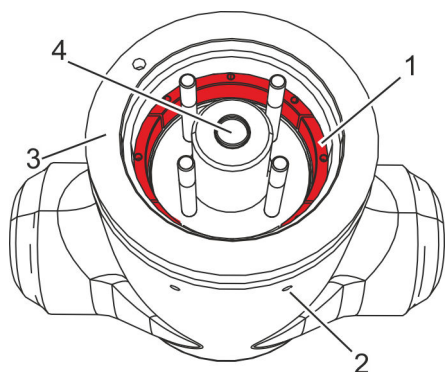

Abb. 18: Segmentring entfernen
4. ➤ Segmente (Abb. 18/1) des Segmentrings durch äußere Ausstoßbohrungen (Abb. 18/2) mit Splintaustreibwerkzeug nach innen schlagen.
5. ➤ Segmente (Abb. 18/1) entnehmen.
Verschlussdeckel mit Dichtring, Stützring und Siebzylinder (Abb. 19/1–4) mit geeignetem Hebezeug nach oben aus dem Gehäuse (Abb. 18/3) entfernen.